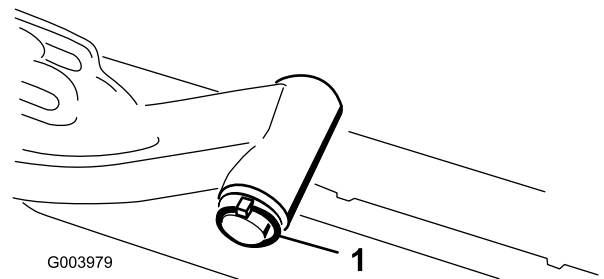

Figura 8
A. Togliete l'acciarino e la rondella che fissano l'albero di articolazione al braccio di sollevamento, ed estraete l'albero dal braccio di sollevamento (Figura 8).
C. Inserite l'albero del braccio di sollevamento nel braccio di sollevamento, e fissatelo con la rondella e l'acciarino (Figura 8).